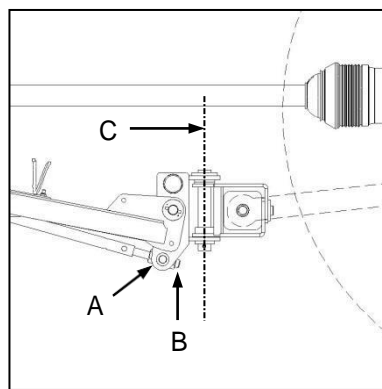

Fig. 9
- ✔ Release the front hitch tie-rod locknut (Fig. 9-A) and turn the adjusting nut (Fig. 9-B) to set the hitch swivel pin to a vertical position (Fig. 9-C).
- ✔ Ontspan die voorste spoorstangsluitmoer los (Fig. 9-A) en draai die verstelmoer (Fig. 9-B) om die haak se klinkspil in 'n vertikale posisie te stel (Fig. 9-C).